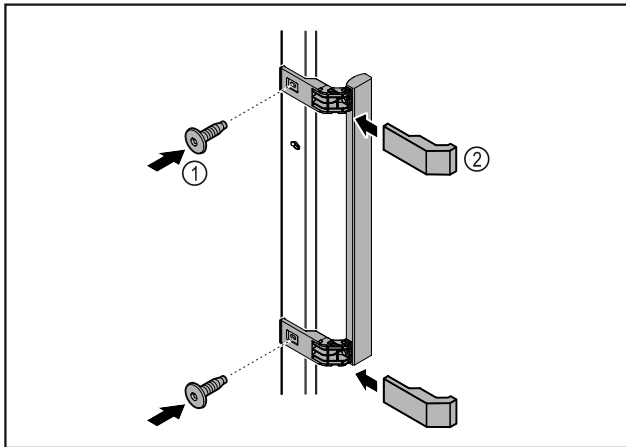

Fig. 6
- ▶ Montirajte ručku iz vrećice s priborom s pomoću priloženih vijaka Fig. 6 (1) na vrata.
- ▶ Postavite pokrov Fig. 6 (2).